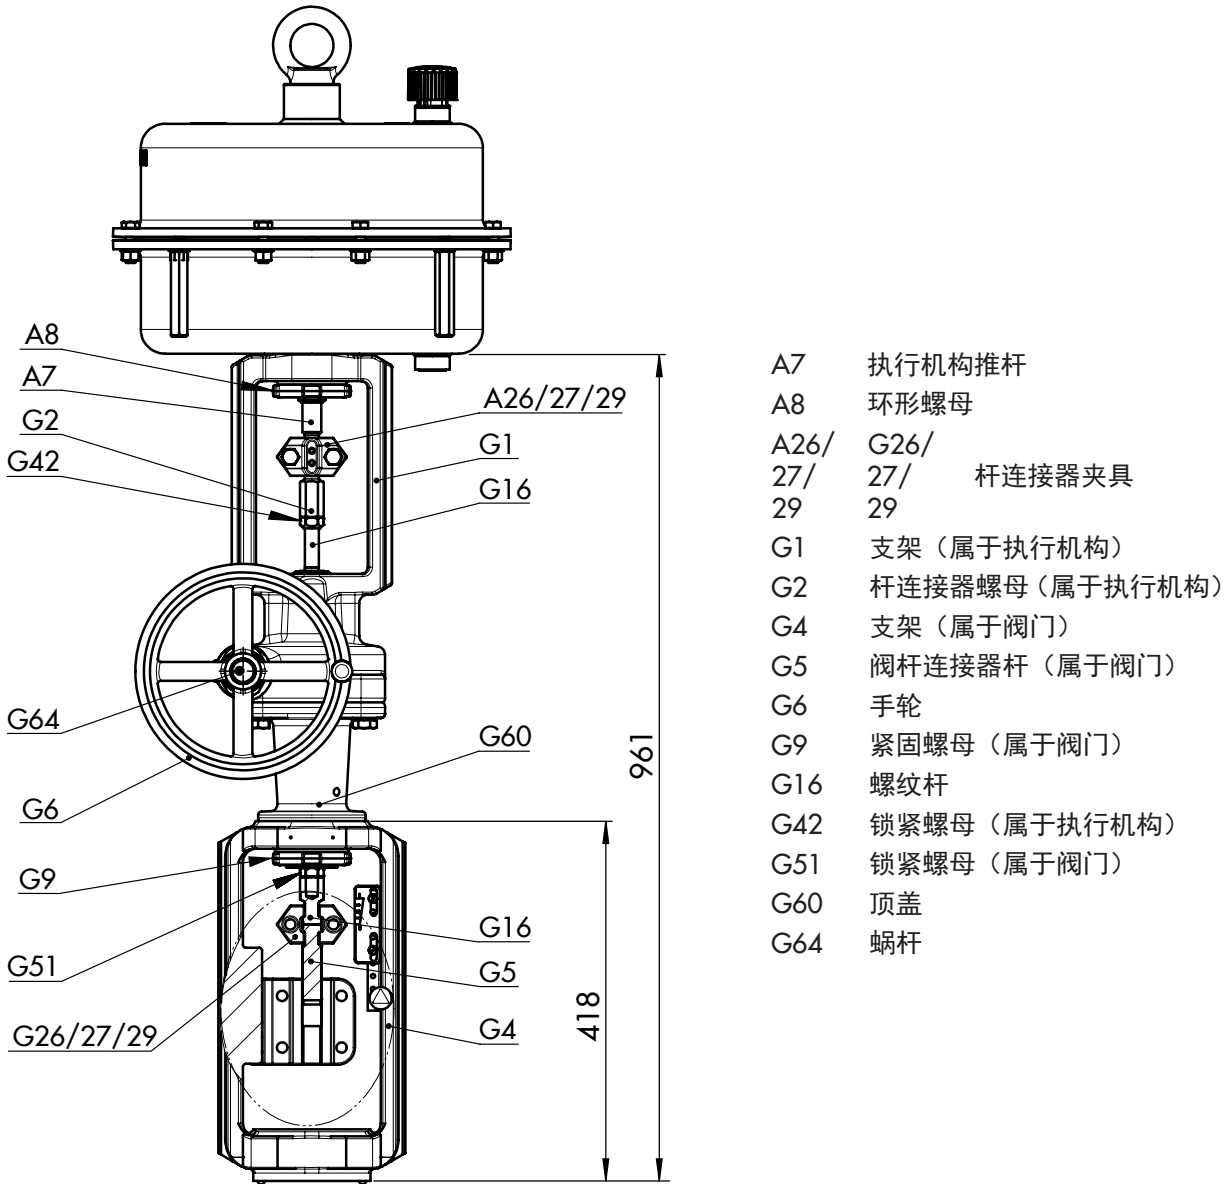
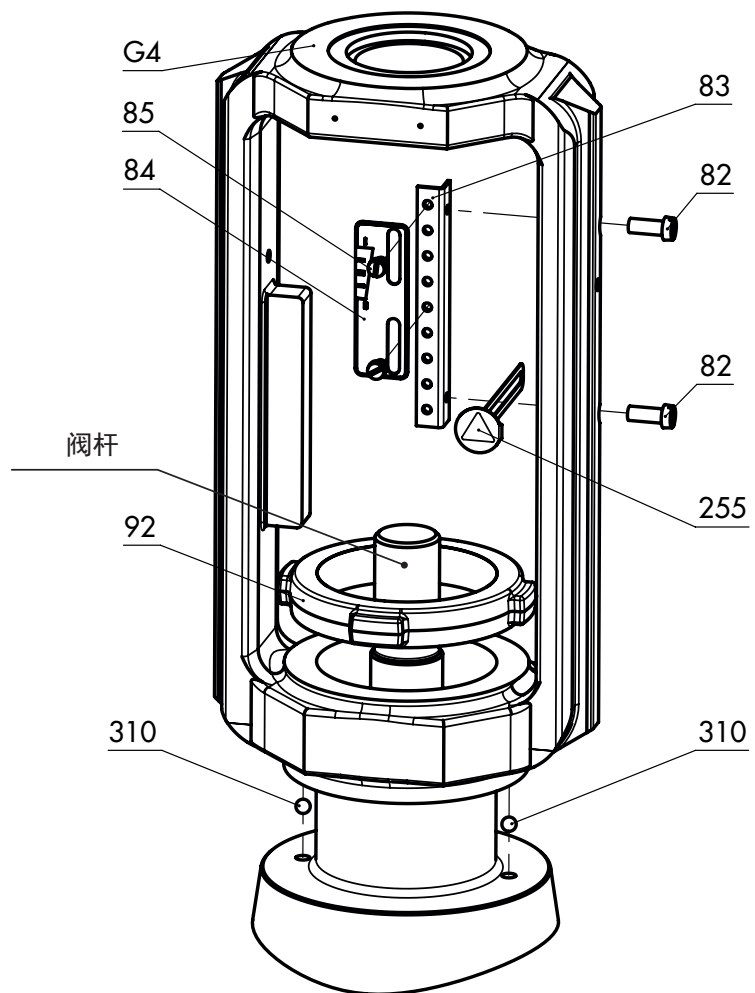
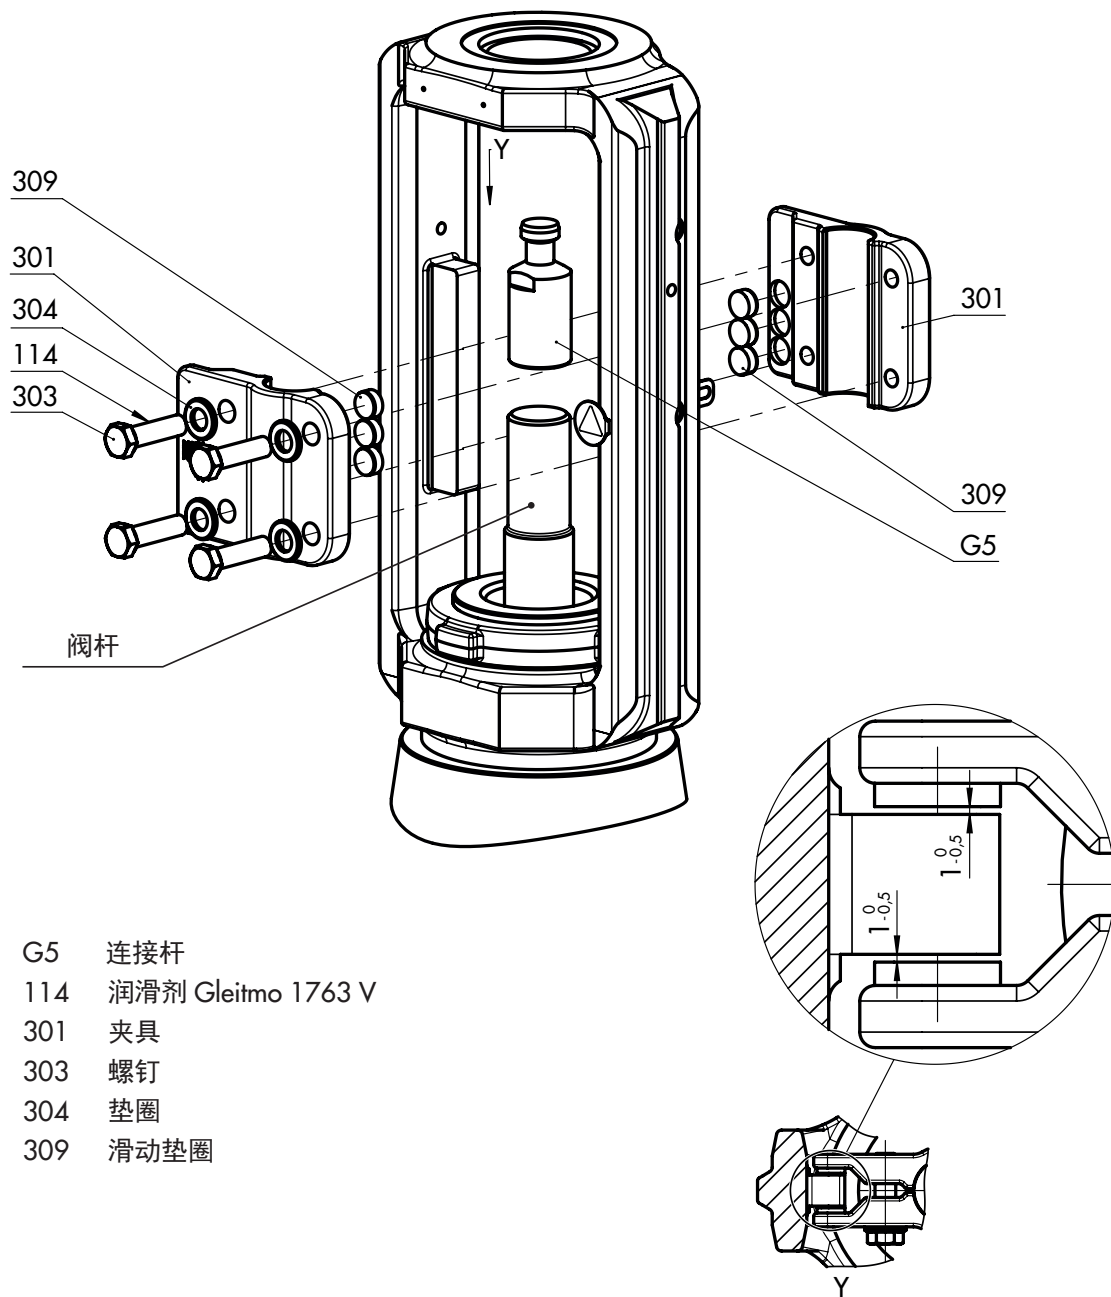

图 6: 3273 型手轮, 行程 60 mm, 安装在 240 和 250 系列阀门上, 带夹紧式防旋转夹具和 3271 型执行机构, 执行机构面积为 1000 或 1400-60 cm2
图 7: 标准类型带行程指示标尺的支架组件概览
图 8：标准类型夹持式防旋转夹具组件概览
→ 阀杆处带叉形防旋转夹具的类型（见图 7），必须由 SAMSON 售后服务部门安装，或经同意后安装。
见图 6、图 7、图 8 和图 9。
- 滑动垫圈与其每一侧支架的接触面之间的公称间距为 0.5 至 1 mm（见图 8 中的详细视图 Y）。